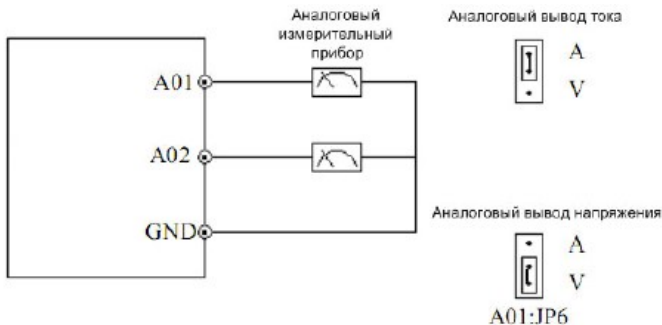

Рис. 3-10 Подключение проводов клеммной коробки аналогового вывода
(4) Подключение проводов в клеммных коробках аналогового вывода АО Аналоговый вывод АО Аналоговый вывод АО подсоединен к аналоговому измерительному прибору, и все виды физических данных могут им отображаться, подключение проводов представлена на Рис. 3-10.